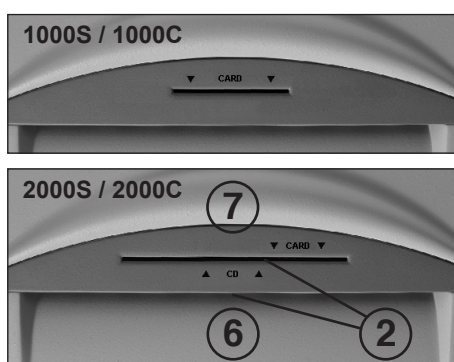

fig. 2
2 = Barrière photoélectrique (marche avant) (fig. 2)
- Amener le papier au bloc de coupe à travers la bouche d'entrée du papier (6) (fig. 2).
- Amener les supports de données (CD, DVD ou carte de crédit) individuellement au bloc de coupe à travers la bouche d'entrée de CD/DVD (CARD) séparée (7) (fig. 2).